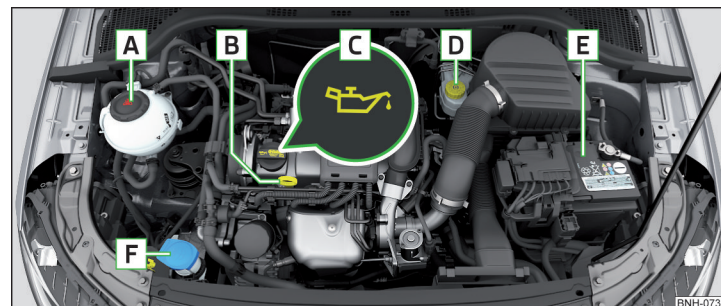

Fig. 225 Exemplu de dispunere în compartimentul motor
- › Deșurubați capacul orificiului de umplere cu ulei » **fig. 225 la pagina 201.**